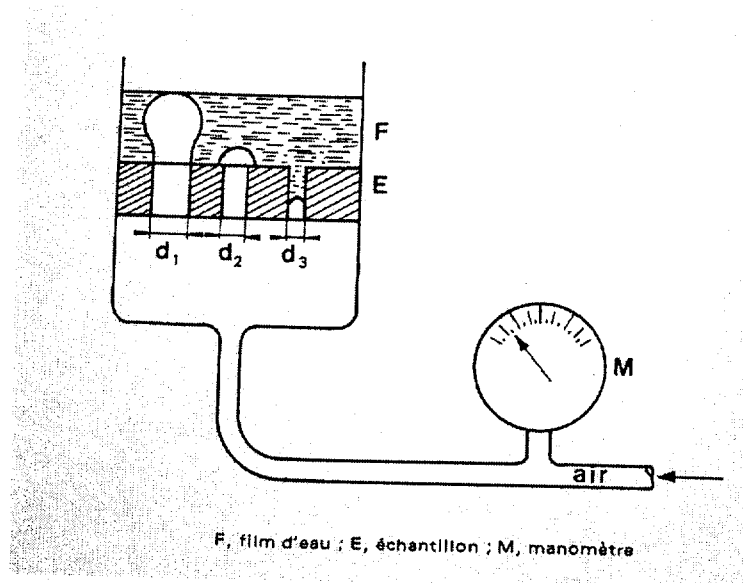

Figure 3 – Schéma du dispositif permettant de déterminer les dimensions des pores d'une matière poreuse
Une méthode pour déterminer les dimensions des pores d'une matière poreuse consiste à expulser l'eau dont est imprégné l'échantillon (E), recouvert d'une fine couche d'eau (F), en utilisant l'air à la pression (P) (voir le schéma de la figure 3 de l'annexe 2, page 5/6). On observe une première bulle d'air à la surface de la pellicule d'eau lorsque la pression (P) de l'air est légèrement supérieure à la somme de la pression atmosphérique ($P_{atm} = 101300$ Pa) et de la surpression (P_s) créée par l'interface eau – air dans le capillaire.